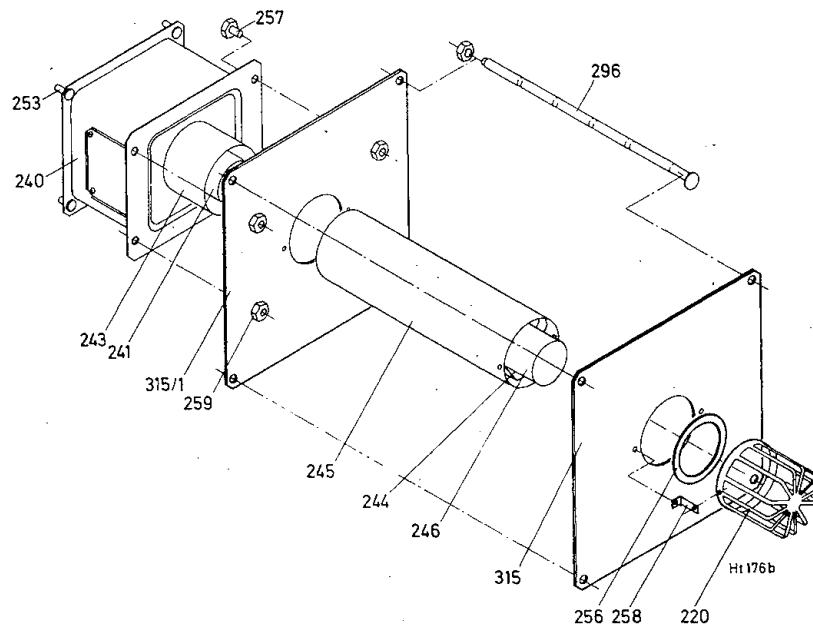

Bild 22
Bild 22 zeigt den Lieferumfang o. a. Abgaskastenzubehörs mit 2 Abstandsblechen (315 und 315/1), 4 Zugankern (296) und 2 Winkeln (258).